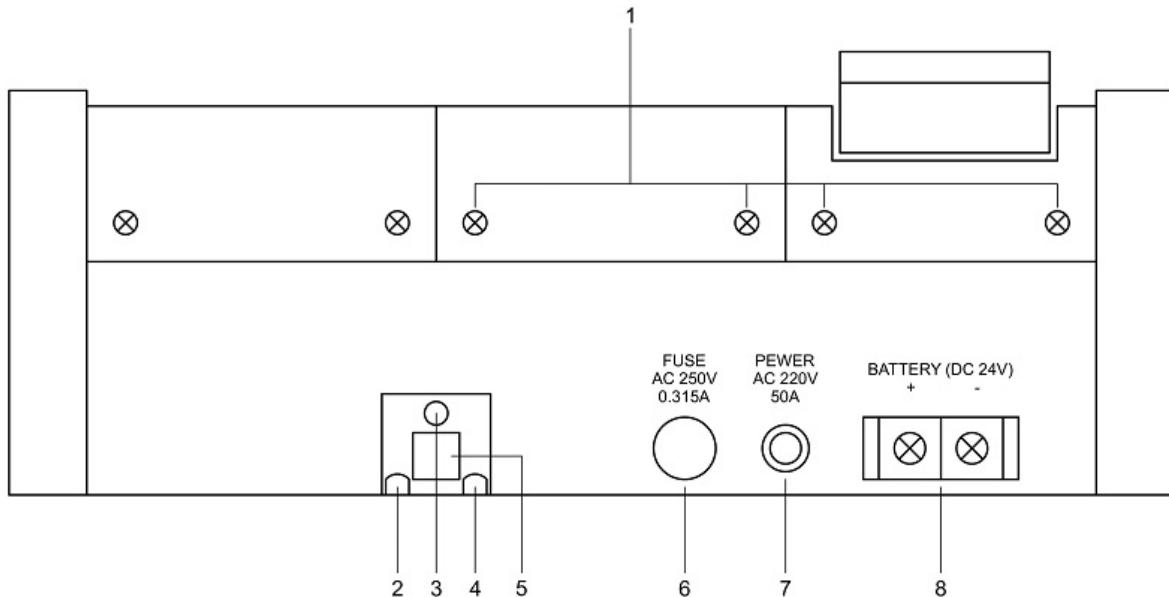

Рисунок 4.1. Задняя сторона корпуса пульта
Система записи разговоров SpRecord подключается к разъему RJ-11 **(5)**, находящемуся на задней стороне корпуса пульта (рис.4.1).
На рис.4.1 изображена задняя сторона корпуса пульта. На ней находятся:
1. Отвернуть винты **(1)** (рис.4.1) на задней стороне корпуса пульта и поднять вверх открученные части передней стороны корпуса.
2. Снять с кабеля от радиопередатчика 4-х контактный разъем и пропустить кабель через выходное отверстие **(3)** (рис.4.1).